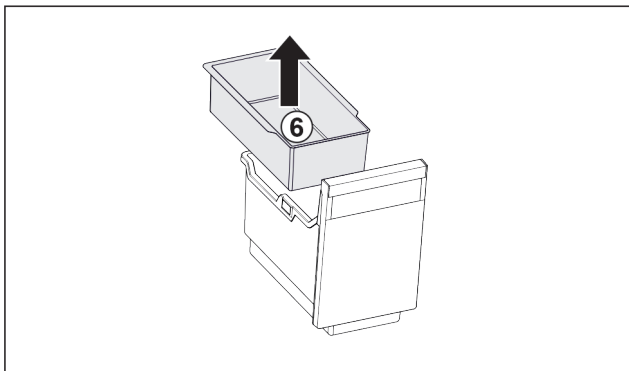

Fig. 124
- ▶ Rimuovere la vaschetta da agganciare Fig. 124 (6).